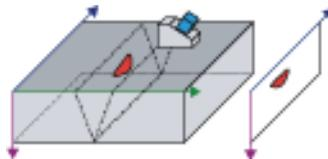

Рис. 4-17 Вид сбоку (B-скан)
Вид сбоку (B) обозначается осью ультразвука (вертикальная ось в области просмотра RayTracing), и осью сканирования (горизонтальная ось). Вид сбоку (B) представляет B-скан (см. Рис. 4-17 на стр. 48).